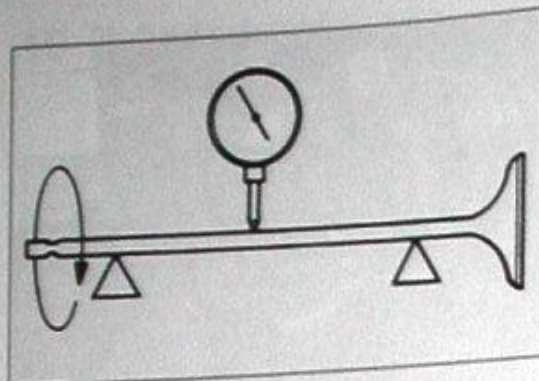

Bild 166
- Lappmittel auf Ventilsitz auftragen, Ventil von innen mit speziellem Gummisauger oder von aussen mit Schlauchstück und Holzstift quirlen (Bild 166). Lappmittel darf nicht zwischen Ventilschaft und Führung geraten! Genügt Nachläppen nicht zum Abdichten, Ventil erneuern oder Dichtfläche in Fachbetrieb überschleifen lassen.